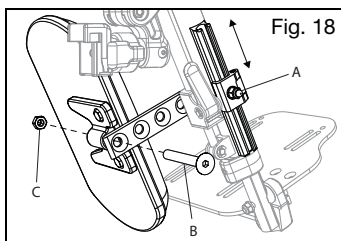

Fig. 18
- a. Afloje la tuerca (Fig. 18:A) usando una llave de 10 mm.
- a. Quite el tornillo (Fig. 18:B) y la tuerca (Fig. 18:C) en el brazo de la pantorrillera con una llave Allen de 5 mm y una llave de 13 mm.